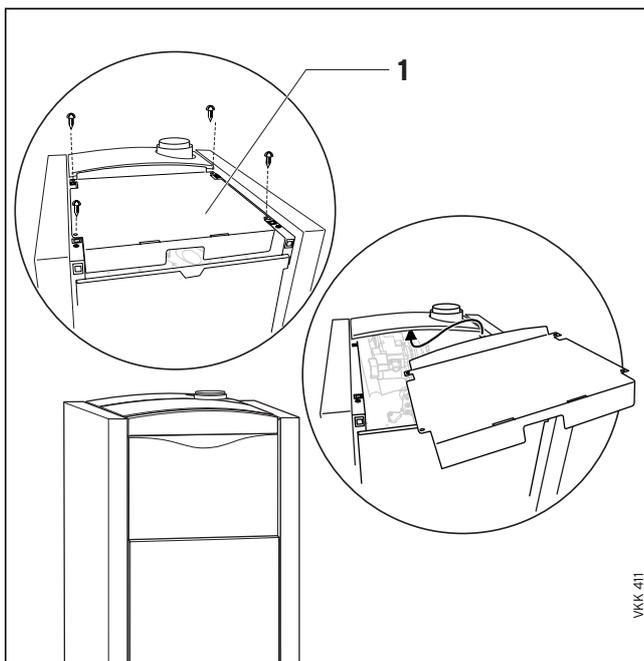

Abb. 4.1 Abdeckblech im VKK 476
- Zum Anschluss des Gasrohres bei der 47 kW Variante muss das Abdeckblech (1, Abb. 4.1) demontiert werden.